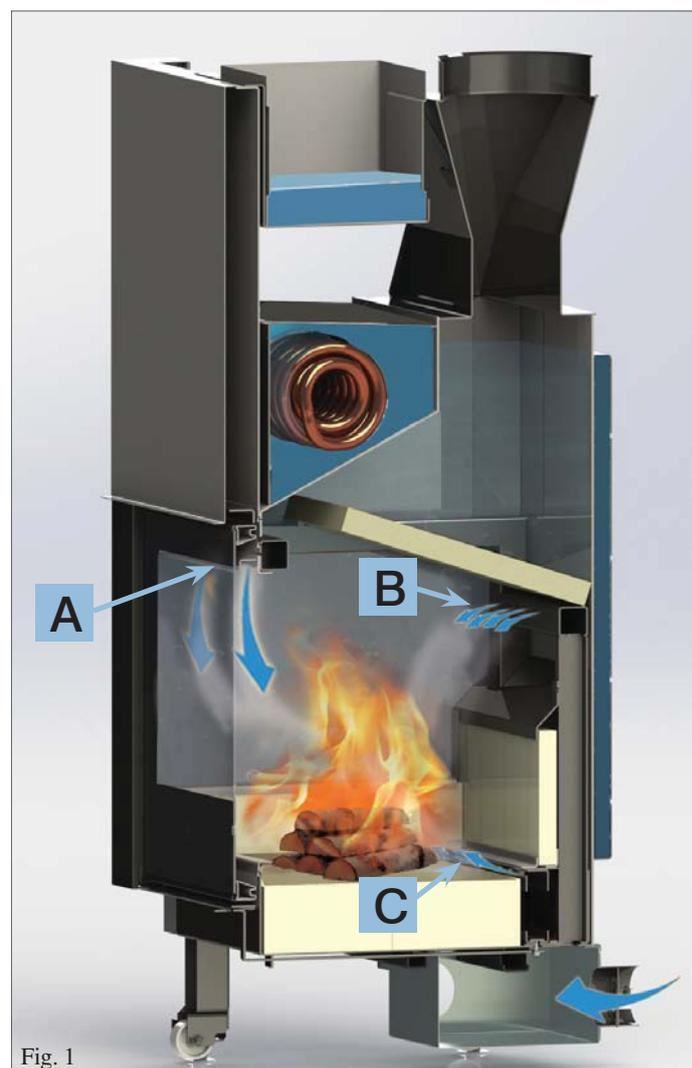

Fig. 1
O ar primário de combustão (A) e de limpeza do vidro entra pela parte superior do vidro depois de aquecer, durante o seu percurso (fig. 1) e mantém o vidro limpo.
O ar secundário de combustão (B) ou pós-combustão é emitido na fornalha pelos orifícios presentes no fundo da fornalha (fig. 1).
O ar do "Tubo" (C) entra pela base da fornalha e pelas partes livres das brasas (fig. 1) para acelerar o acendimento do recuperador a água.
A regulação efetua-se agindo sobre a alavanca situada à direita da porta (X - fig. 1).